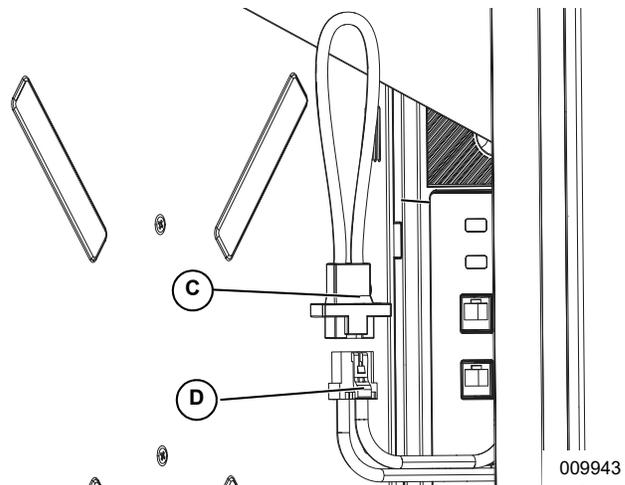

Figure 4-33. Pose de boucle de pontage
3. Voir Figure 4-33. Poser une boucle de pontage (C) sur chaque connecteur de cordon d'alimentation inutilisé (D).